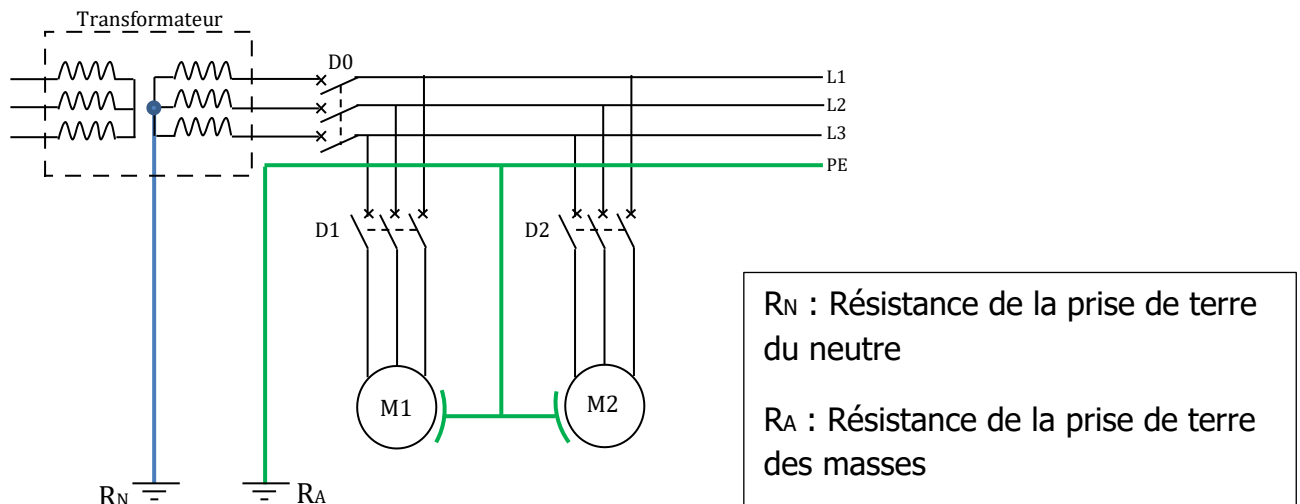

Figure 1: réalisation d'un régime TT
1) Compléter le schéma de l'installation de la figure 1 ci-dessous afin de réaliser un régime TT